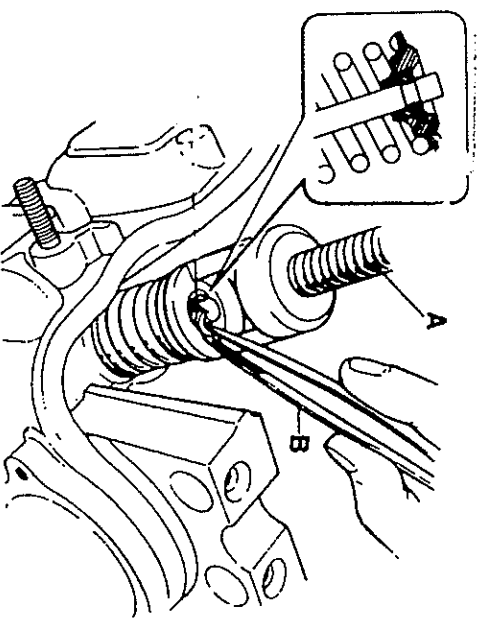

Fig. 3-122 (B) Pinzas (O9916-84510)
Para colocar las chavetas de las válvulas en las ranuras provistas en el extremo de cada vástago de válvula, use el util (A) (O9916-14510): comprima el muelle de válvula con esta herramienta y monte las chavetas, según se indica en la Fig. 3-122.